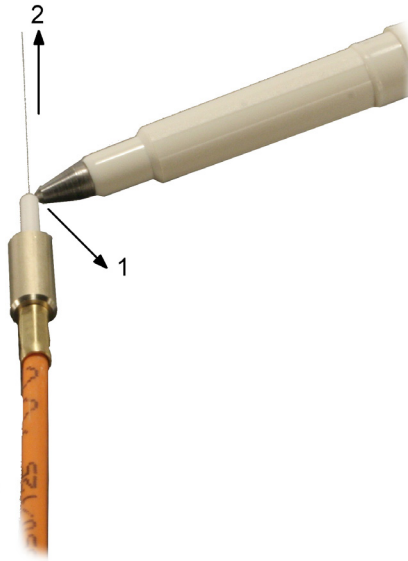

Bild 10 Faser anritzen und brechen
Nach dem Aushärten des Klebers den Kontakt aus der Heizbox nehmen und die überstehende Faser im Abstand von ca. 1mm von der Ferrulestirnfläche mit dem Faserritzwerkzeug leicht anritzen (1) und unter leichtem axialem Zug (2) entfernen (Bild 10).